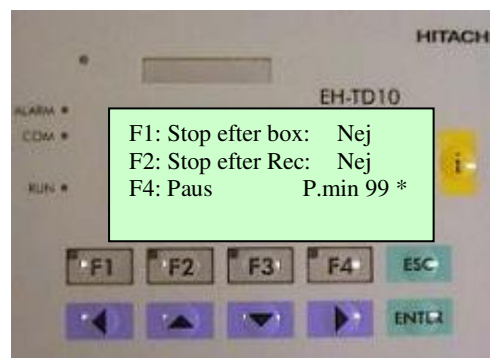

Bild 30, stoppa tvätt
- Om man valt att köra ett recept (ej körschema) måste man för att stoppa tvättningen, ändra **Nej** till **Ja** genom att trycka **F 1** för att stoppa när pågående box är klar eller **F 2** när hela receptet är klart (se bild 30). Om man inte gör det kommer tvättningen att ske om och om igen.